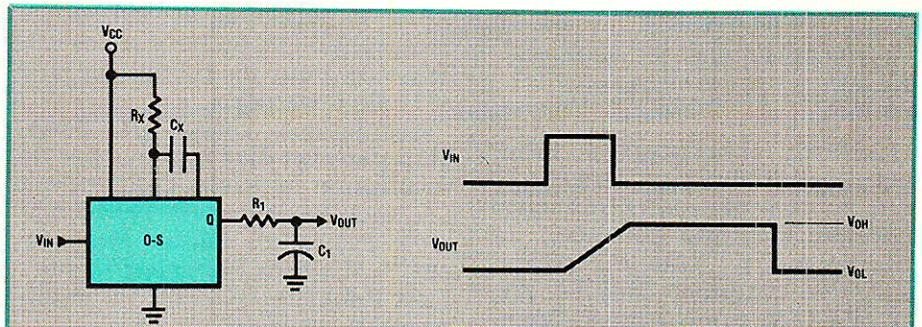

Figure 3
**Discriminateur de fréquence (figure 3)**